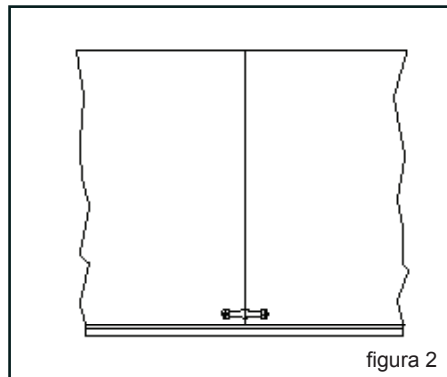

figura 2
2. Dibuje los dos orificios ubicados en la manija sobre el panel inferior (figura 2).